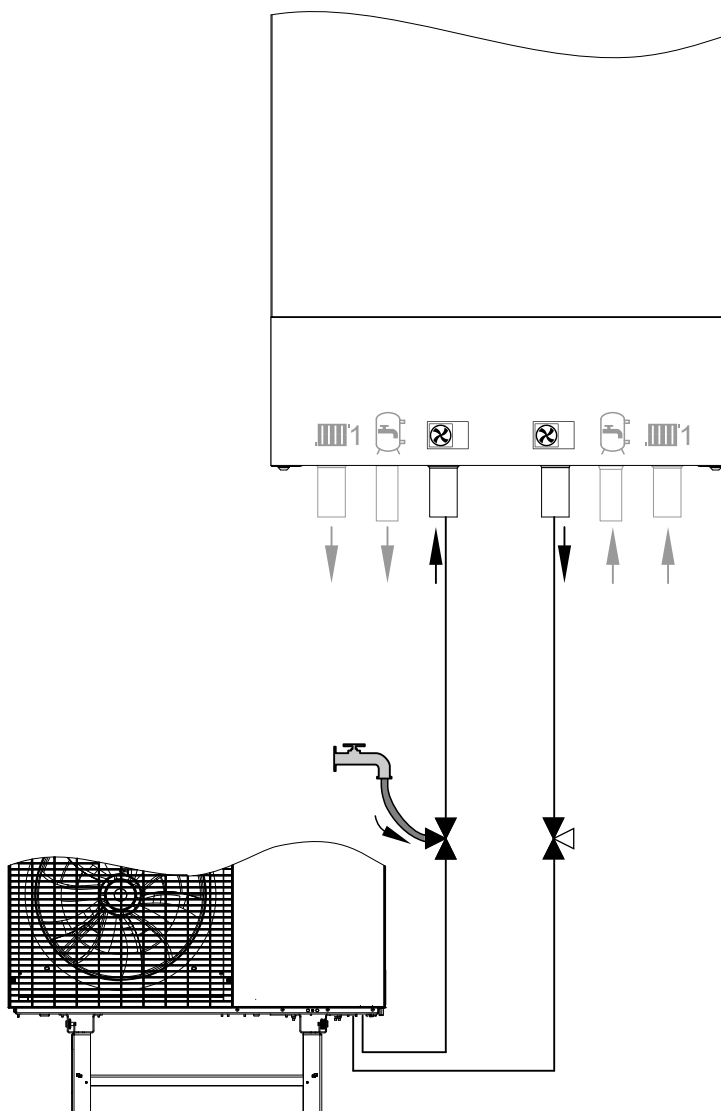

Abb. 66
2. 3-Wege-Kugelhahn vom Vorlauf Außeneinheit (Heizwassereintritt Inneneinheit) gemäß Abb. 66 öffnen: **Offen in allen Richtungen**
3. 3-Wege-Kugelhahn zum Rücklauf Außeneinheit (Heizwasseraustritt Inneneinheit) öffnen: Siehe Abb. 66.